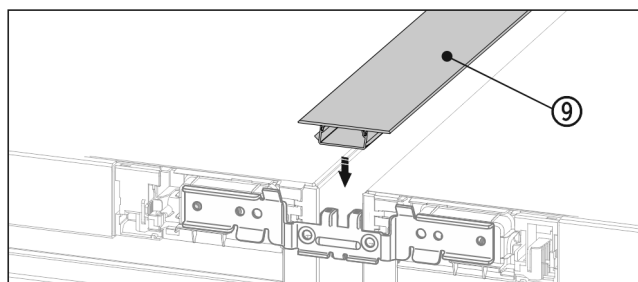

Fig. 21
- ▶ En la parte superior, presione el listón embellecedor Fig. 21 (9) corto para introducirlo en la ranura horizontal.